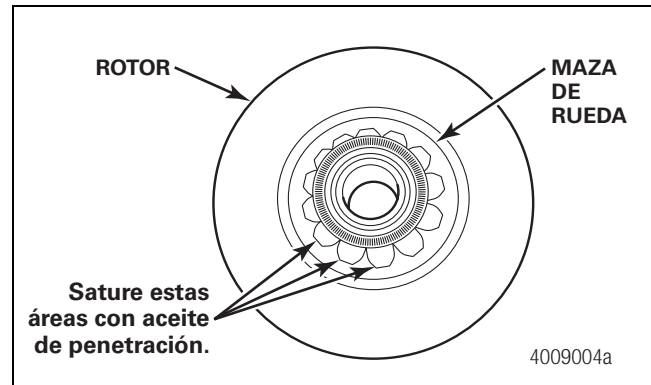

Figura 4.11
10. Aplique y sature la parte interna del barril de la maza de rueda con aceite de penetración. Utilice de preferencia AeroKroil. Deje que el aceite actúe por lo menos 30 minutos. Figura 4.11.